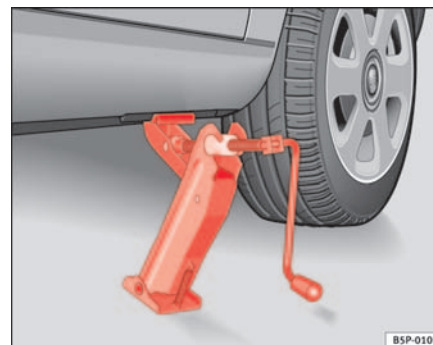

Fig. 168 Colocação do macaco
- Ajustar o macaco de modo a que a respectiva garra envolva o perfil da longarina inferior e a base móvel fique totalmente assente no chão ⇒ fig. 168.